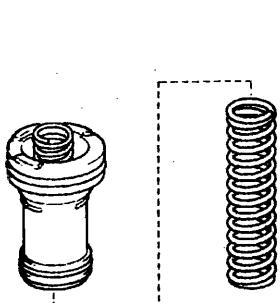

图 12-1-94
②C2 蓄能器弹簧见图 12-1-94, 参数见表 12-1-7。